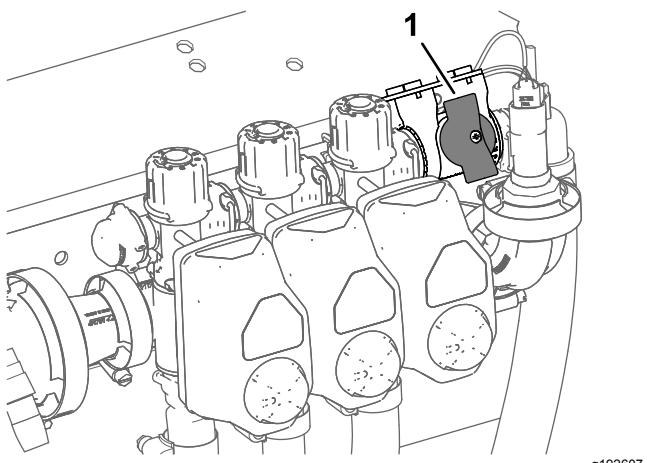

图 34
- 对于以喷洒率模式操作的机器应确保喷洒臂段旁通切断阀旋钮处于已关闭位置 图 34。
- 对于以喷洒率模式操作的机器应确保喷洒臂段旁通切断阀已关闭 图 34。